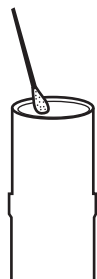

Figura 2
2. Inumidire un panno con etanolo al 70% e pulire la superficie esterna e la superficie di posizionamento del filtro interna del cono d'ancoraggio (consultare la Figura 2).